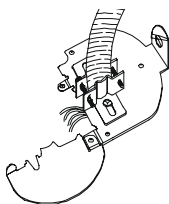

Figura 7
- b) **Fijación de un conducto flexible o duro.** El anclaje suministrado puede adaptarse a conductos flexibles de hasta 3/8" (9,5 mm). Deslice el cableado a través del anclaje sobre la tapa del terminal. Inserte el conducto en el anclaje. Reinserte el tornillo horizontal retirado previamente. Use los dos tornillos horizontales para mantener las piezas del anclaje juntas con el conducto fijado firmemente entre ellas. (Figura 7)